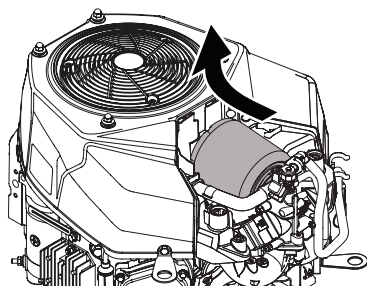

Figura 10
3. Tire hacia arriba en un ángulo y luego remitir a quitar el filtro de aire (Figura 10).